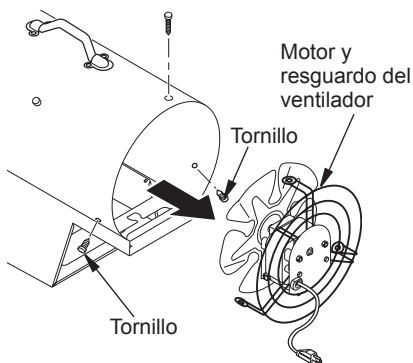

Figura 6 - Desmontaje del motor y el resguardo del ventilador del calentador
2. Extraiga de la cubierta del calentador el motor y el resguardo del ventilador (consulte la figura 6).
2. Extraiga de la cubierta del calentador el motor y el resguardo del ventilador (consulte la figura 6, página 7).